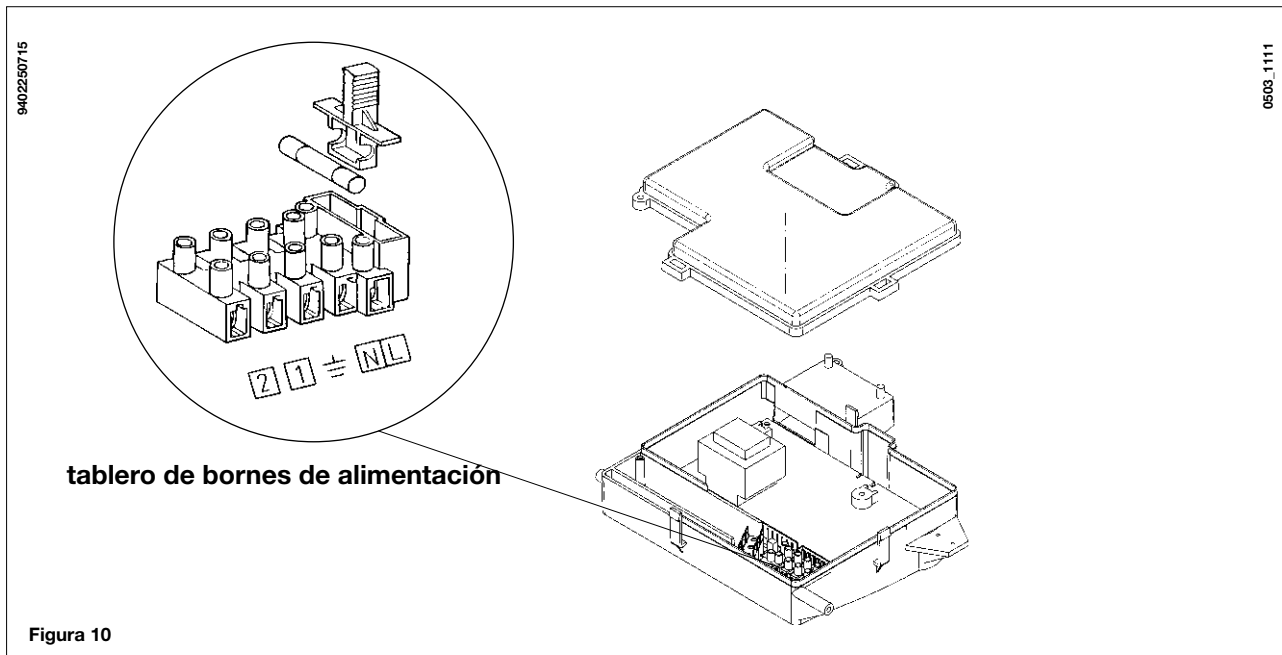

Figura 10
- remover el tapa y acceder a la zona de las conexiones eléctricas (figura 10).
- acceder al tablero de bornes de alimentación (figura 10) como descrito en el capítulo anterior;
- remover el puente sobre los bornes (1) y (2);